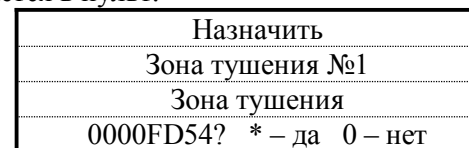

Рис.9 – Подтверждение регистрации
3) Стрелками на клавиатуре «Вертикаль-ПУ/УКА» выбрать нужный прибор (при нажатии на стрелки клавиатуры в нижней строчке будут поочередно предложены все имеющиеся в конфигурации приборы «Зона тушения»). Далее нажать кнопку «Подтв.» на клавиатуре. При этом появится надпись следующего вида (Рис. 9). При нажатии кнопки «*/Подтв.» указанный в нижней строке номер «FD54», соответствующий ID прибора, запишется в пульт.
Примечание: При появлении на пульте надписи «Обнаружено устройство ...», в ней указывается код того прибора, на котором была нажата кнопка «Сброс» – «FD54» (Рис.9). Рекомендуем запомнить эти коды и внести их в конфигурацию. Это позволит в будущем избежать повторного выполнения пунктов 2) - 4) при незначительном изменении конфигурации и перезаписи её в «Вертикаль-ПУ/УКА».